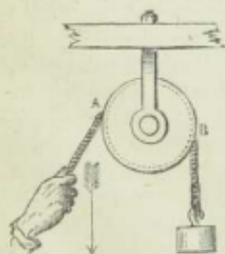

Fig. 3.
5. **Kollen.** Um Bausteine, Balken oder Säcke mit Mehl u. dgl. in die Höhe zu ziehen, bedient man sich häufig der Rolle. Das ist eine kreisrunde Scheibe, die an ihrem Rande mit einer Nille versehen und sich um eine durch ihren Mittelpunkt gehende Achse drehen läßt. Die Achse hängt in der sog. „Schere“. Ist die Schere an einem Orte festgehalten, so haben wir eine „feste Rolle“ (Fig. 3). Sie gleicht